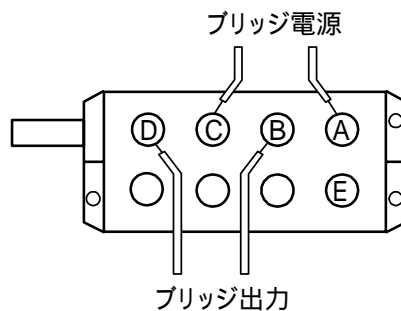

図4 - 2 ブリッジBOXの結線
- A) コネクタの結線は、図4 - 1に示すようにピン番号A、Cがブリッジ電源の供給で、B、Dが動ひずみ測定器への入力となります。Eはコモン端子です。